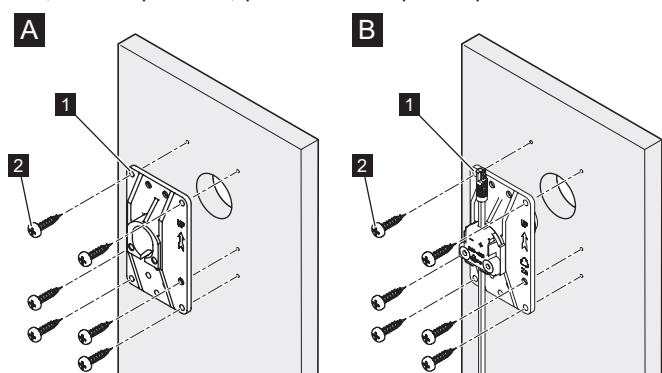

Fig. 10: Montage sur panneau bois
Le montage de la platine sans électrification (Fig. 10/A) et celui de la platine avec électrification (Fig. 10/B) sont identiques.
2. Mettre en place la platine (Fig. 10/1).
3. À travers les trous de la platine prévus à cet effet, visser les vis en bois (Fig. 10/2) dans le panneau et les serrer au couple de 3 Nm.